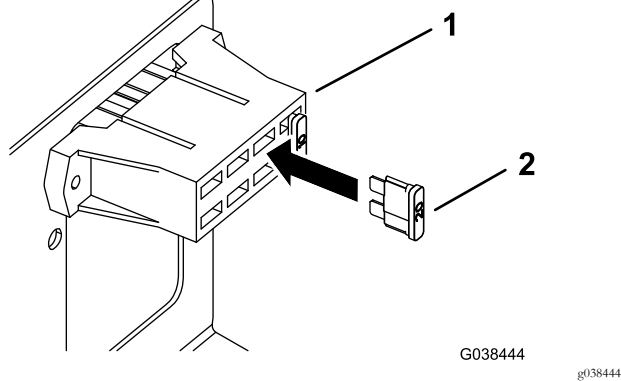

Figura 14
4. Inserte el fusible en una ranura vacía del bloque de fusibles (Figura 14).